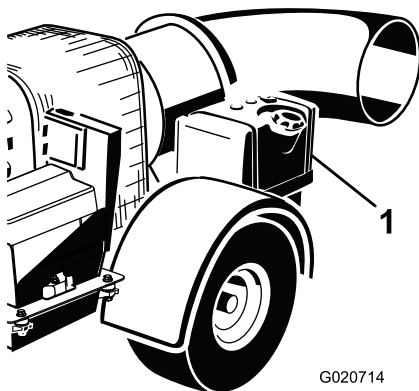

Figura 12
2. Pulite l'area circostante il tappo del serbatoio del carburante, e togliete il tappo (Figura 12).